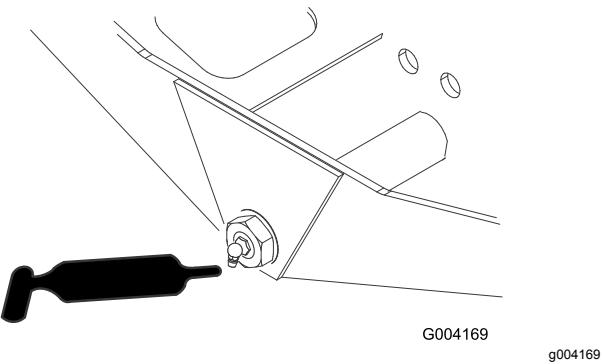

Figura 51
- Articulação do direção do eixo (1 cada) – Figura 51